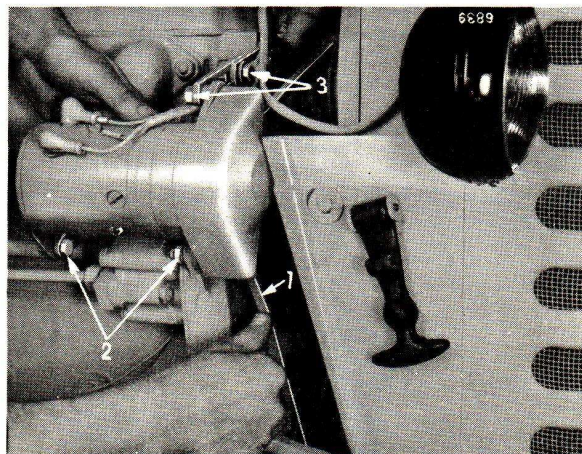

Fig. 48.- Réglage de la tension de la courroie de ventilateur
Il vous faut vérifier fréquemment le mou de la courroie du ventilateur pour maintenir la tension correcte. La tension est correcte quand la courroie peut être infléchie sans effort par la pression du pouce d'environ 20 à 25 mm (3/4 à 1") à égale distance entre la génératrice et la poulie du vilebrequin (1) fig. 48.
Pour régler la tension de la courroie de ventilateur, tirez sur la génératrice après avoir desserré les boulons de la génératrice (2) et (3) fig. 48. Resserrez ensuite les boulons.